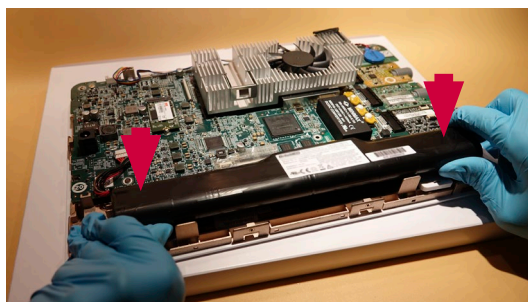

Bild 15 Placera det nya batteriet med tejpén på undersidan
d) Sätt dit det nya batteriet (bild 15)